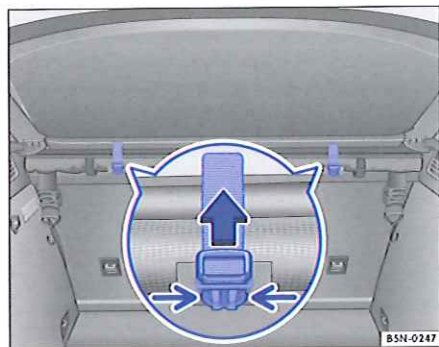

Fig. 102 Sous le couvercle : retrait du filet de séparation hors de ses fixations.
- Comprimez les verrouillages ⇒ fig. 102 (petites flèches) et retirez du verrouillage le pêne de la ceinture.
- Placez le filet de séparation dans les fixations et verrouillez les fixations ⇒ fig. 102.